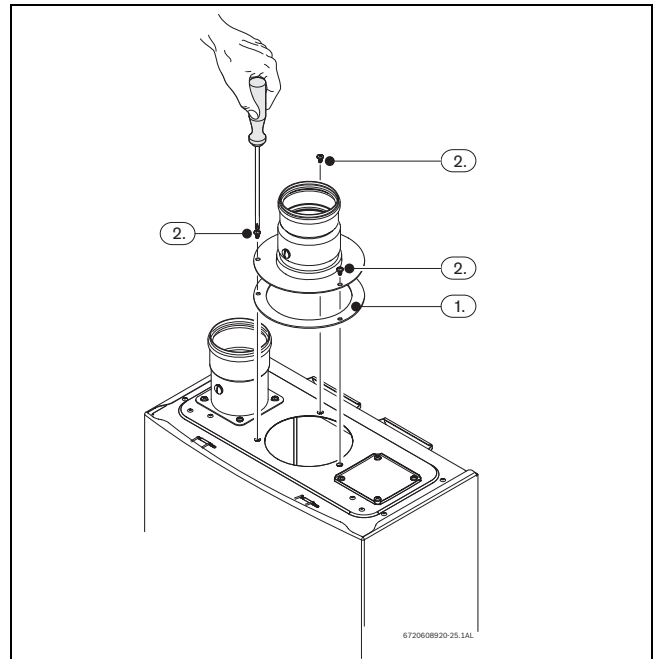

Рис. 28
- ▶ Встановіть прокладку між апаратом та приладдя, див. Рис. 28, поз. 1.
- ▶ Затягніть 3 гвинти газовивідного патрубку, див. Рис. 28, поз. 2.